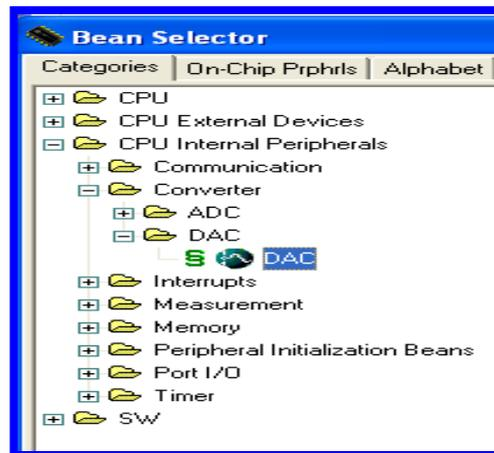

Figura 4.75 Bean DAC (Señal triangular)
- 5.- Elegir en la ventana de Bean Selector- *CPU Internal Peripherals- Converte-DAC*. Hacer doble clic en el Bean DAC (Figura 4.75) para dar de alta al convertidor.